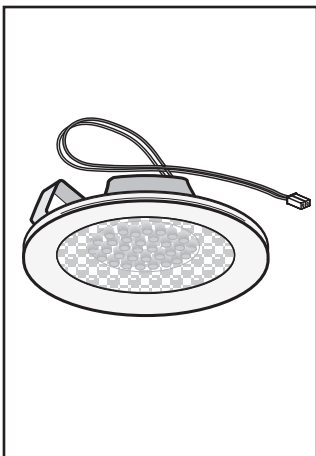

Fig.6
• Udskiftning af LED lamperne (Fig.6):